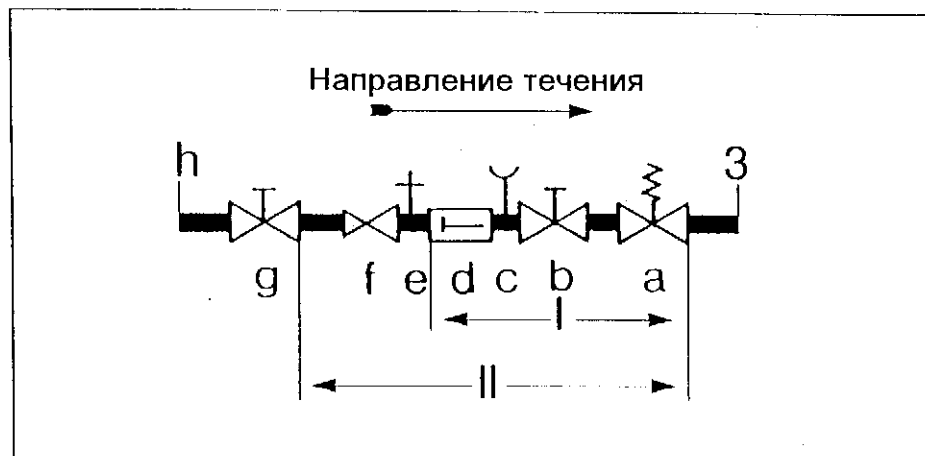

Рис. 5.2 Соединительная арматура для воды
Арматура, необходимая для водонагревателя VGH, представлена в разделе 5.7, стр. 11 и на рис. 5.2, стр.13 , а также описана в прейскуранте "VK-газовый отопительный котел фирмы Вайллант".
- в) Открыть запорные вентили (b и g, рис. 5.2, стр.13)